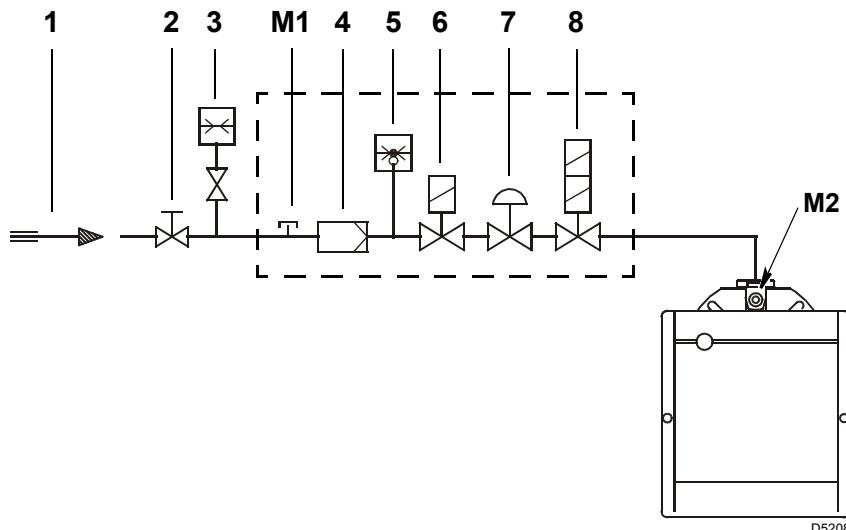

Fig. 17
Legenda (Fig. 17)
Per conoscere invece la pressione del gas necessaria alla presa M2)(Fig. 17), fissata la potenza massima di modulazione alla quale si desidera funzioni il bruciatore:
- Leggere sulla destra, colonna 1, la pressione alla presa M2)(Fig. 17).
$$\begin{array}{lcl} \text{Pressione del gas alla presa M2)}(\text{Fig. 17}) & = & 12,2 \text{ mbar} \\ \text{Pressione in camera di combustione} & = & 2,2 \text{ mbar} \\ 12,2 - 2,2 & = & 10,0 \text{ mbar} \end{array}$$